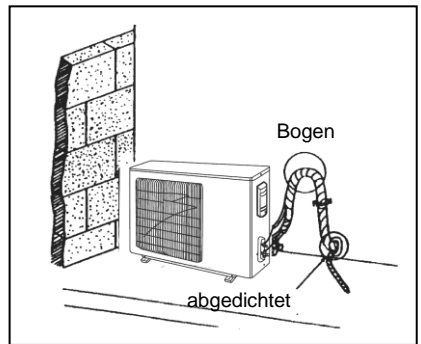

Abb. 16
- (1) Die Rohre müssen mit Isolierband von unten nach oben umwickelt werden.
- (2) Alle Rohre sind aneinander mit Isolierband gebunden und sollten einen Bogen bilden, so dass kein Wasser in den Raum zurück laufen kann. (Siehe Abb. 16.)
- (3) Befestigen Sie alle Rohre mit Rohrschellen an der Wand.